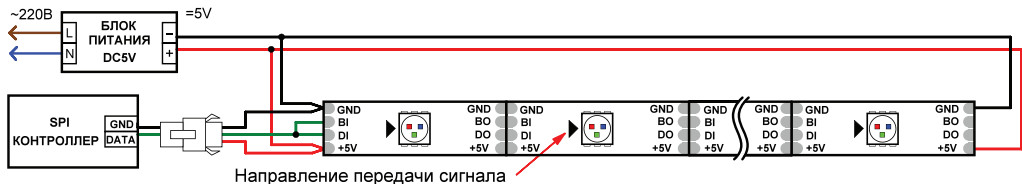
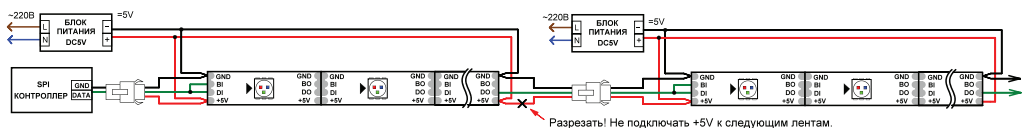
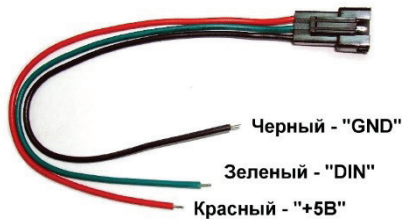

Рис.1. Схема подключения одной светодиодной ленты «Бегущий огонь».
Рис.2. Схема подключения нескольких светодиодных лент «Бегущий огонь».
Рис.3. Кабель для подключения ленты
- Подключите ленту в соответствии с выбранной схемой (Рис.1 или Рис.2), соблюдая полярность и маркировку проводов. При подключении лент и соединении отрезков учитывайте направление передачи цифрового сигнала, указанное стрелкой на ленте. Вход сигнала управления имеет обозначение «DI», выход – «DO». Для подключения используйте коннекторы из комплекта поставки. Руководствуйтесь маркировкой, нанесенной на ленту (см. таблицу), маркировкой на контроллере и информацией, приведенной на Рис.3
- Подключите ленту согласно используемой схеме (Рис.1 или Рис.2), соблюдая полярность.